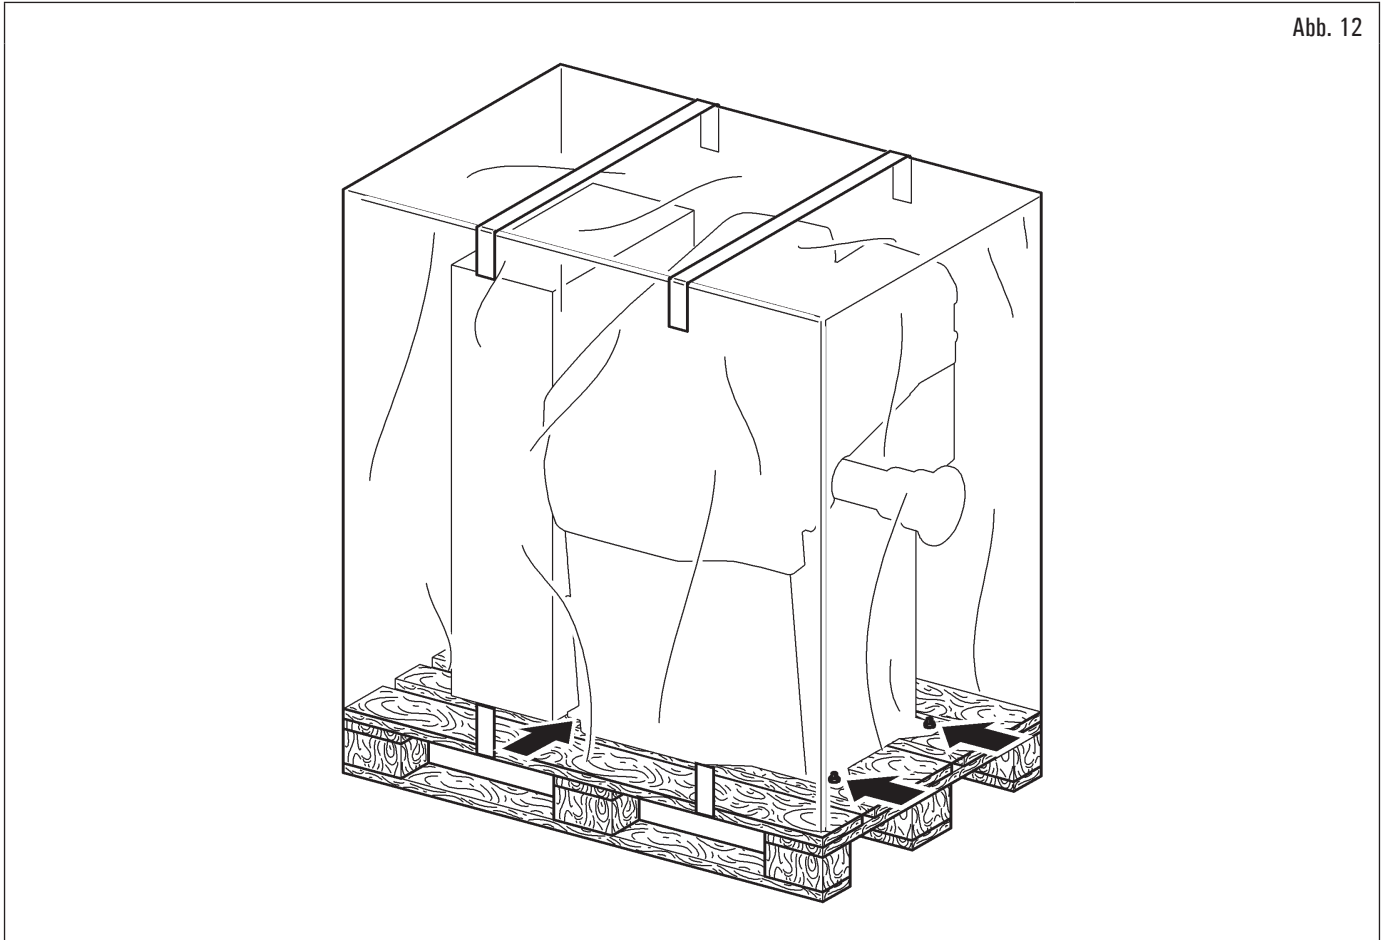

Abb. 12
- Die Ausrüstung wird normalerweise teilweise teilweise zusammengebaut geliefert, wie in Abb. 12 gezeigt.
- Sie sie vorsichtig anheben, geeignete Lastaufnahmemittel verwenden, in einwandfreiem Zustand sind und die entsprechenden Schilder auf der Verpackung verwenden Abb. 12.